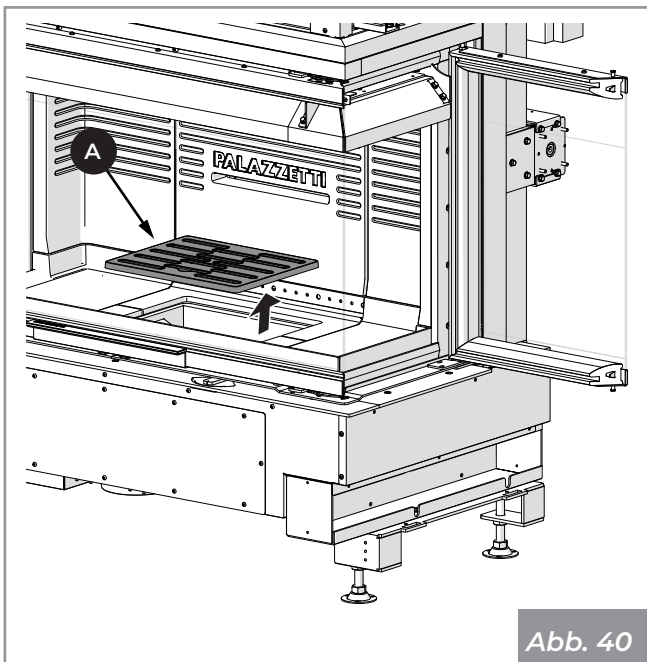

Abb. 40
- 1) Stellen Sie sicher, dass das Gitter (A) (Abb. 40) frei von jeglichen Verbrennungsrückständen ist, die den freien Luftdurchgang behindern könnten. Das Rost herausnehmen und mit einem kleinen Besen (nicht mit geliefert) die Verbrennungsrückstände von der Feuerstätte in die Aschelade fegen. Achten Sie auf glühende Glut.